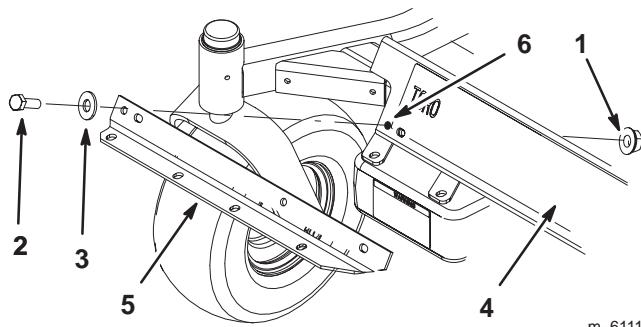

Figure 23
**Remarque :** Si l'écrou à collettes droit n'est pas accessible, percez un trou de 9 mm de diamètre dans la plaque de plancher avant en vous servant de la plaque de support comme gabarit (Fig. 23).